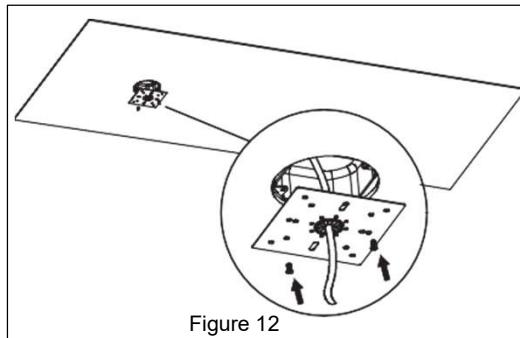

Figure 12
1. Fixez la plaque carrée à la boîte de jonction à l'aide des vis fournies. *Reportez-vous à la Figure 12.*